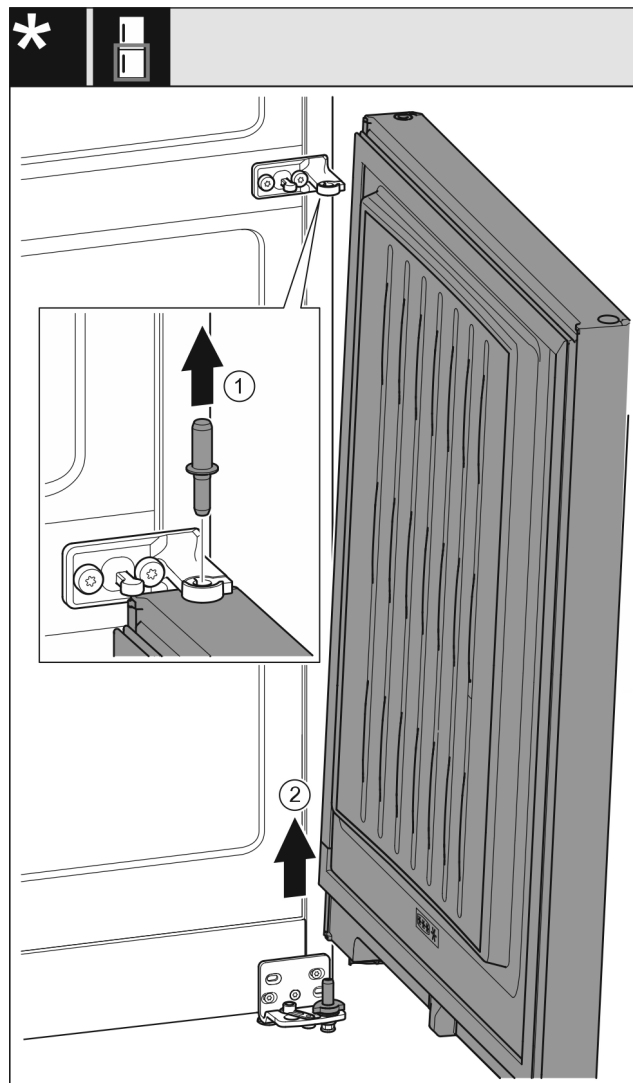

Fig. 9
- ▶ Vytiahnite čap Fig. 9 (1) nahor.
- ▶ Vyklopte dvere Fig. 9 (2) von, nadvihnite smerom hore a odložte nabok.